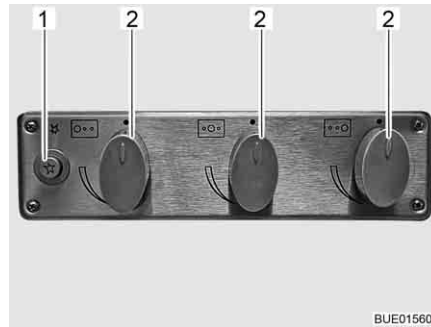

Fig. 166 Elementos de mando para la cocina de gas
- Girar el regulador giratorio (Fig. 166,2) correspondiente al quemador deseado a la posición de encendido (llama alta).
- Pulsar el pulsador (Fig. 166,1).